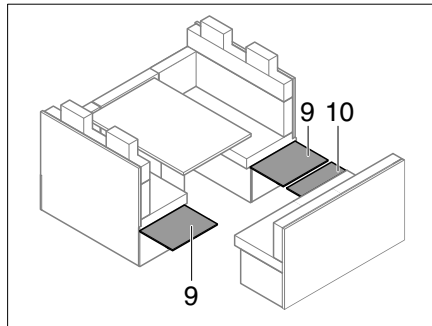

Fig. 230 Ribaltamento delle pareti laterali
- Ribaltare le pareti laterali della cassapanca (Fig. 230,9) e la parete anteriore della cassapanca (Fig. 230,10) della panca longitudinale.